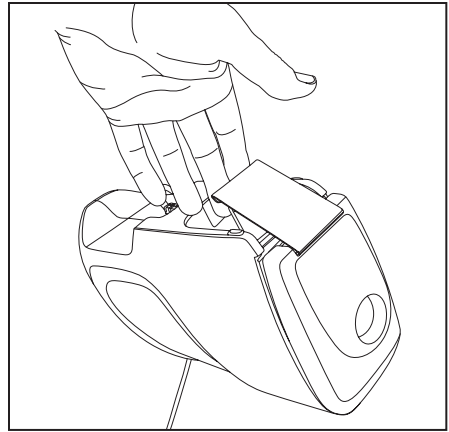

Fig. 13
- Soulevez la pince de rétention du couvercle pour retirer le couvercle (Fig. 13).